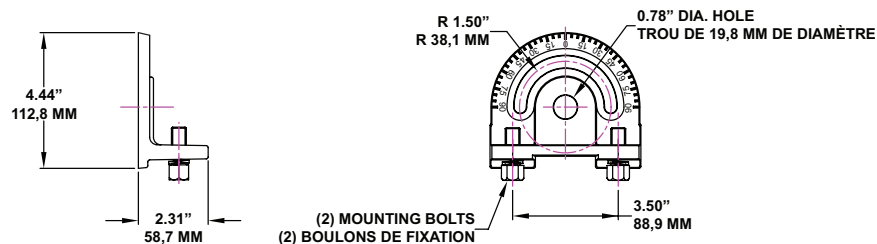

Figure 4: Crossarm Mounting Bracket (P/N: G-AM-8-CA) | Support de montage sur traverse (réf. : G-AM-8-CA)
1. Mount the luminaire with yoke to the crossarm mounting bracket with two 1/2 inch mounting bolts (supplied) and two 1/2 inch lockwashers (supplied). See Figures 4 & 5.
Montez le luminaire avec étrier sur le support de montage sur traverse à l'aide de deux boulons de montage de 12,7 mm (fournis) et de deux rondelles de blocage de 12,7 mm (fournies). Reportez-vous aux Figures 4 et 5.
4. Mount the luminaire with yoke to the crossarm mounting bracket with two 1/2 inch bolts (supplied) and two 1/2 inch lockwashers (supplied). See Figures 4 & 5.
Montez le luminaire avec étrier sur le support de montage sur traverse à l'aide de deux boulons de 12,7 mm (fournis) et de deux rondelles de blocage de 12,7 mm (fournies). Reportez-vous aux Figures 4 et 5